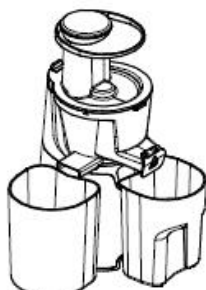

Abb.5
4. Saftbehälter unter den Saftauslass und Restbehälter unter den Restauslass legen (siehe Abb. 5). Bis jetzt ist der Entsafter für den Betrieb bereit.